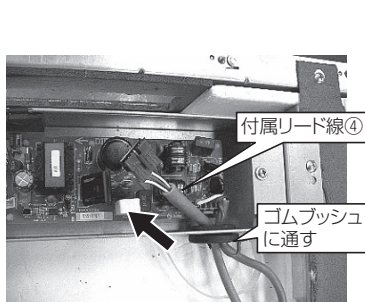

図3-8
- 1) 付属リード線④のコネクタ(7P クロ)を電源配線を通してあるゴムブッシュに通してください。(図3-8)